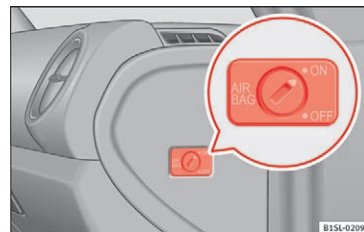

Fig. 20 I passagersiden: nøglekontakt til fra- og tilkobling af forsædepassagerens frontairbag
- Drej nøglekontakten til position **OFF** » **Fig. 20** med bilnøglen.